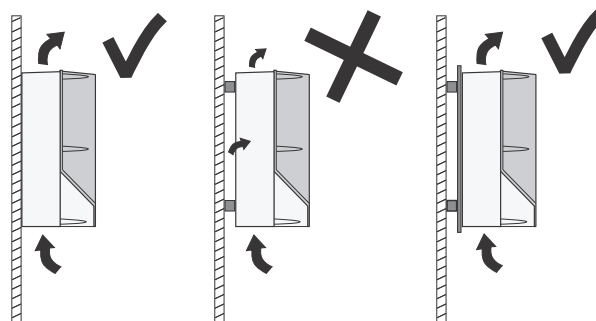

Abb. 3 Direkt an der Wand montierter CUE-Frequenzumrichter oder an einer Montageplatte befestigter CUE-Frequenzumrichter
- Den CUE-Frequenzumrichter direkt an die Wand hängen oder an einer Montageplatte anbringen. Siehe Abb. 3.